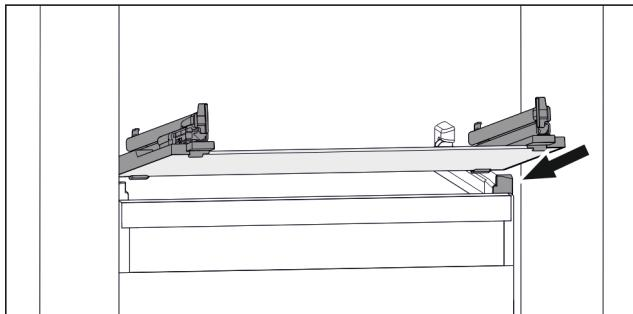

Fig. 167 Примерно изображение на стъклената плоча
- Поставете стъклената плоча под ъгъл зад ограничителите. (виж Fig. 167)